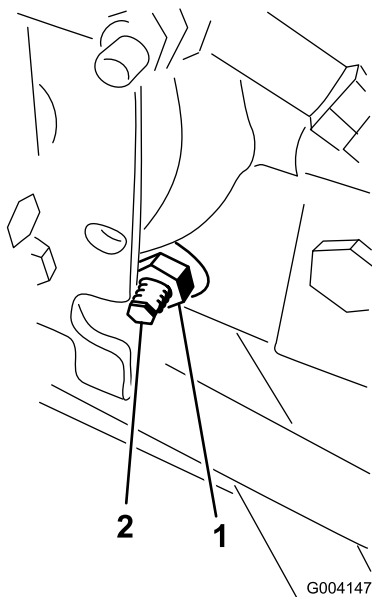

Figura 55
3. En el lado derecho del hidrostato, afloje la contratuerca de la leva de ajuste de tracción (Figura 55).